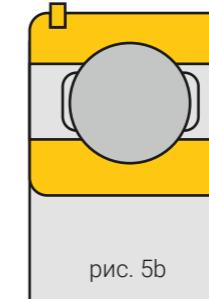

рис. 5b
- NR** открытые, с фиксирующим кольцом рис. 5b